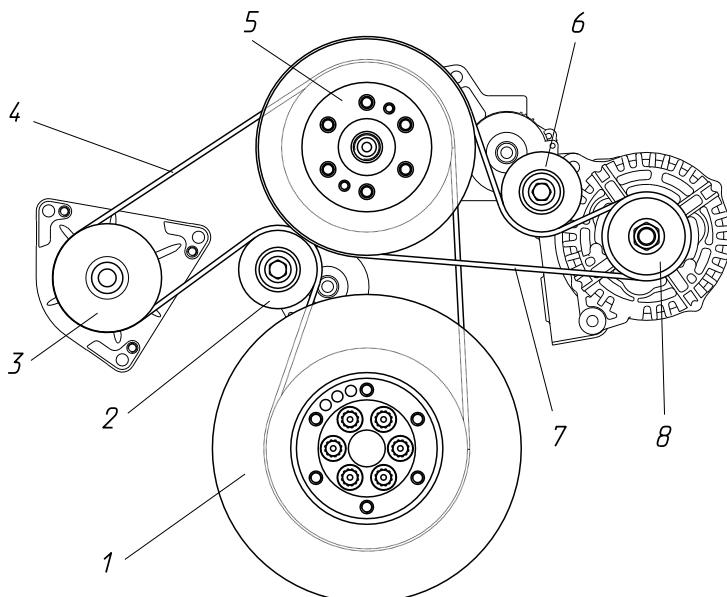

Рисунок 17 – Ременный привод агрегатов (первый вариант):
1. Водяной насос, вентилятор и генератор (рисунок 17).
2. Водяной насос, вентилятор, генератор и компрессор кондиционера (рисунок 17а).
3. Водяной насос и генератор (рисунок 17б).
От шкива вентилятора вторым ремнем приводится генератор (рисунок 17) или одновременно генератор и компрессор кондиционера (рисунок 17а).
Рисунок 17а – Ременный привод агрегатов (второй вариант):
Рисунок 17б – Ременный привод агрегатов (третий вариант):